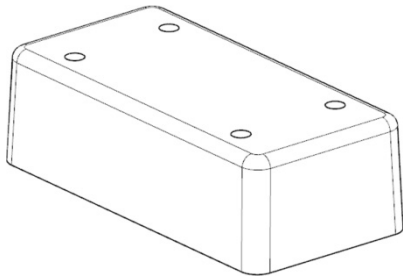

图 11-1 产品结构
(1) 启动 NX 10.0, 打开 xj.prt, 产品结构如图 11-1 所示。